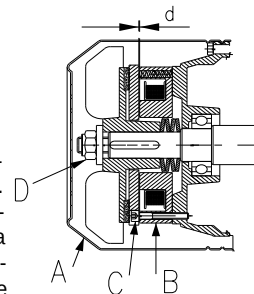

Fig. 6
8.2 REGOLAZIONE DEL FRENO MOTORE (fig. 6)